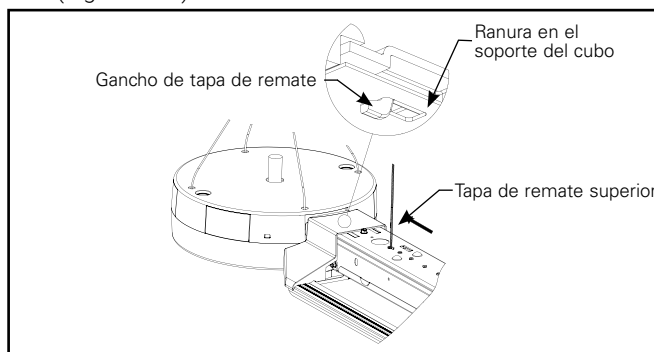

Figura 12.2.
- B. Deslice la tapa de remate hacia el cubo para su encaje con la ranura provista en el soporte del cubo (Figura 12.2).